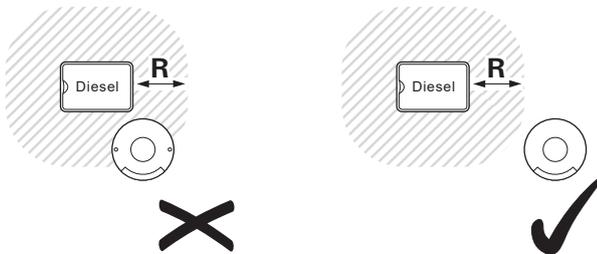
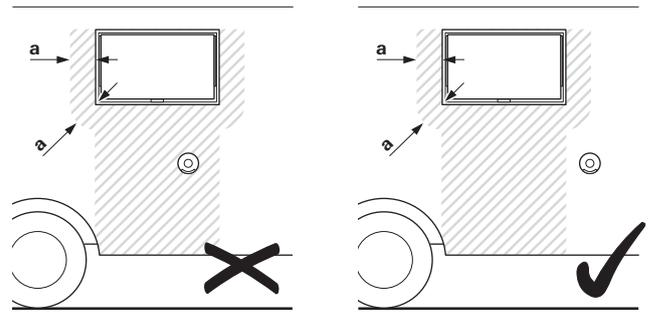

Abb. 3
Abb. 4
Der Wandkamin ist so anzubringen, dass sich innerhalb von 500 mm (R) kein Tankstutzen oder keine Tankentlüftungsöffnung befindet (Abb. 3). Außerdem darf sich innerhalb von 300 mm keine Entlüftungsöffnung für den Wohnbereich oder eine Fensteröffnung befinden (Abb. 4).